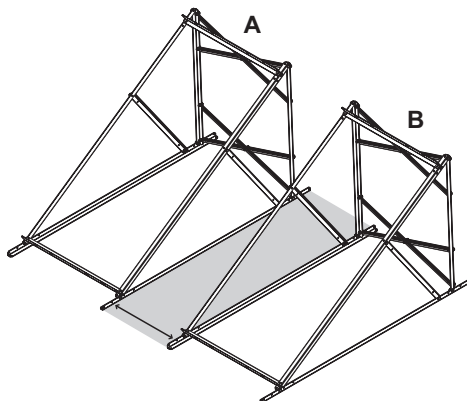

Figura 3.11
- 1 - Fissare la struttura indicata con A (Figura 3.11) al terreno dopo aver valutato gli ingombri a pag. 11 e la seguente tabella.
- 2 - montare i pannelli nella struttura A (Figura 3.11)
- 3 - montare la struttura B (Figura 3.11) posizionandola senza fissarla al terreno alla distanza indicata in tabella.
- 4 - Montare i pannelli della struttura B (Figura 3.11)
- 6 - Fissare nella sequenza: raccordi idraulici, pannelli e struttura B (Figura 3.11).